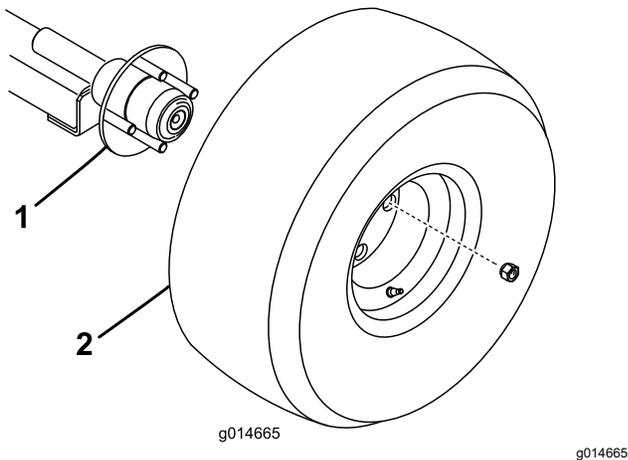

Figura 5
1. Monte um conjunto de roda em cada cubo de eixo com quatro porcas das rodas (Figura 5). Aperte as porcas com 108 N·m.